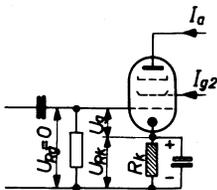

Fig. 9.02. Am Kathodenwiderstand automatisch erzeugte Gittervorspannung.
1. Automatische Gittervorspannung, am Kathodenwiderstand erzeugt gemäß Fig. 9.02.